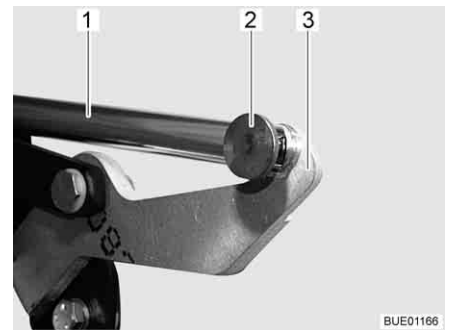

Fig. 117 Azionamento
- Rimuovere il collegamento (p. es. perno e spina a molla) (Fig. 117,2) tra la biella (Fig. 117,1) e la leva (Fig. 117,3).